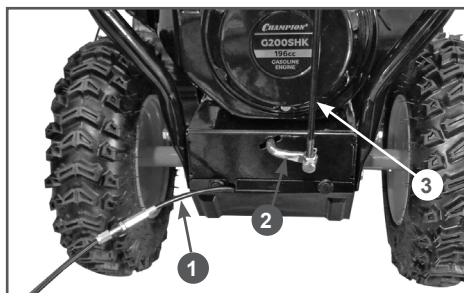

**Рис. 6 Подключение тяги к рычагу переключения передач**
4. Подключите тягу 1 к рычагу 2 переключения передач (только для ST661) (Рис. 6). Совместите отверстия в кронштейне рычага и тяге, вставьте в отверстие палец, зафиксируйте палец шплинтом.